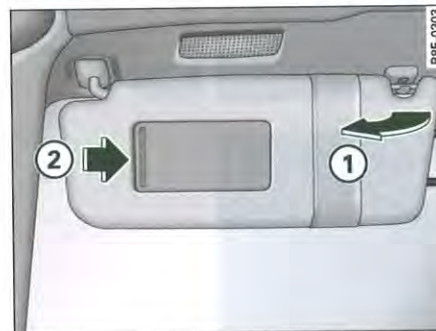

Fig. 77 Pare-soleil
Vous pouvez dégager les pare-soleil ① du conducteur et du passager avant de leur fixation au centre du véhicule et les rabattre contre les portes ⇒ fig. 77.